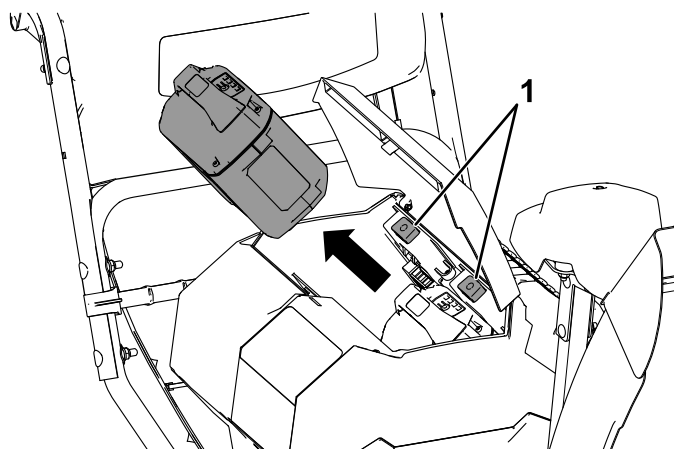

Figura 26
2. Pressione o trinco da bateria para libertar e remover a bateria (Figura 26).